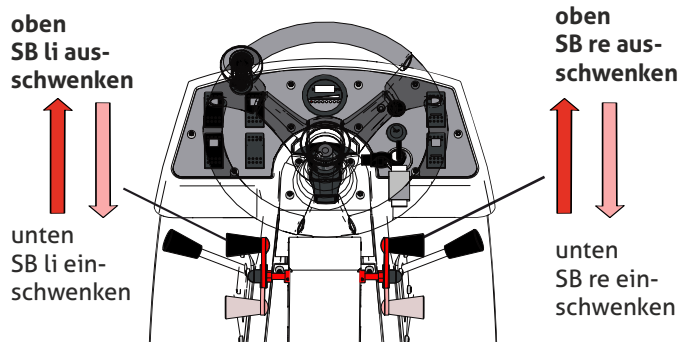

Abb. 34
- während des Betriebes Hebel Schwenkbarer Seitenbesen rechts oder/und links nach unten betätigen (Abb. 34),